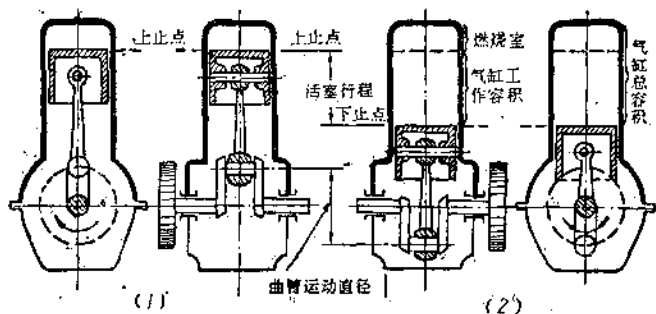

图1 曲轴连杆机构主要位置
1)、上死点和下死点：活塞在气缸内上、下运动时，其顶部所到达的最高位置叫做上死点，到达的最低位置叫做下死点（图1）。